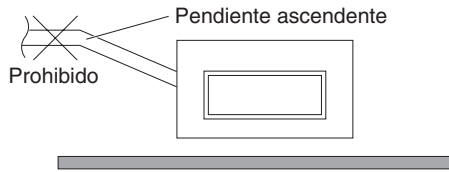

Fig. 3-16
- No instale el tubo con una pendiente ascendente desde el orificio de conexión. De lo contrario, el agua de drenaje podría fluir hacia atrás y fugarse cuando la unidad no está en funcionamiento. (Fig. 3-16)